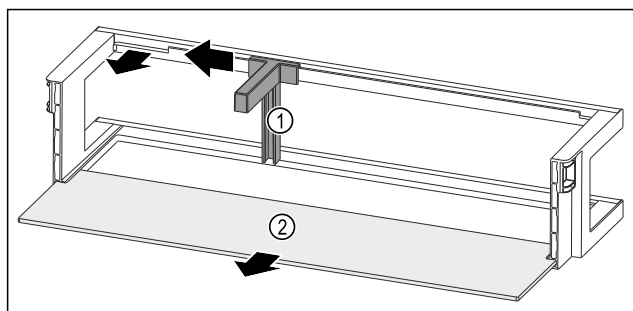

Fig. 224 Balconnet de contre-porte avec range-bouteilles et tablette de rangement
- Pousser le range-bouteilles Fig. 224 (1) sur le côté jusqu'à l'évidement.
- Retirer le range-bouteilles Fig. 224 (1).
- Retirer la tablette de rangement Fig. 224 (2).